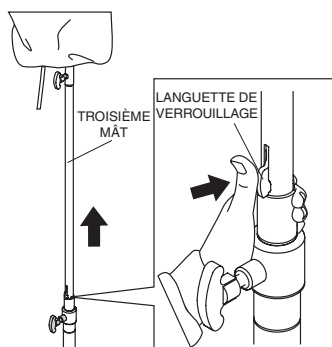

Figure 21. Abaisser le troisième mât
2. Appuyer sur la languette de verrouillage sur le troisième mât et abaisser le troisième mât. Voir Figure 21.